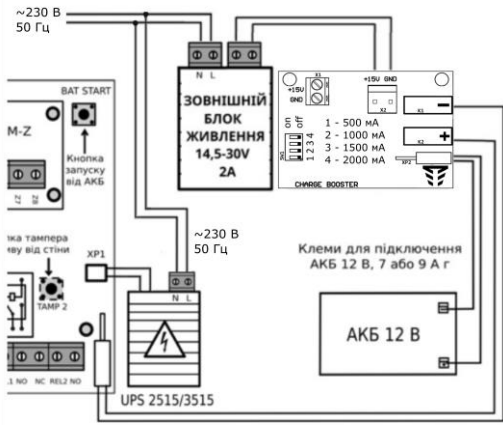

Рисунок 3.2 – Схема підключення з використанням додатково встановленого БЖ ППКО/ППКП
Для підключення додатково встановленого БЖ до модуля згідно схеми на Рис. 3.2 необхідно виконати кроки: 1, 2, 4, 6, 7 та підключити додатковий БЖ до роз'єму **X1**.
Важливо підключити додатковий БЖ до основного БЖ за допомогою перемикача згідно з Рис. 3.2, щоб забезпечити живлення від одного джерела.
- 2) з використанням додатково встановленого БЖ (Рис. 3.2) – для ППКО типу Оріон NOVA 4/8/16, Оріон-Т.3.2, Orion NOVA L/M/S/XS та ППКП типу Тірас-4П, Тірас-8П, Тірас-4П.1, Тірас-8П.1, Tiras PRIME S, Tiras PRIME M, Tiras PRIME A mini, модуля M-ZP fBox, пристрою AM-Multi+, а також БЖ1230.